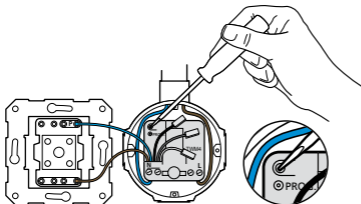

Abbildung 5. Aktivieren und Beenden des Programmiermodus.
- Drücken und halten Sie die Programmiertaste mindestens 3 Sekunden lang fest, siehe Abbildung 5. Nach dem Loslassen wird die rote LED fortwährend leuchten.